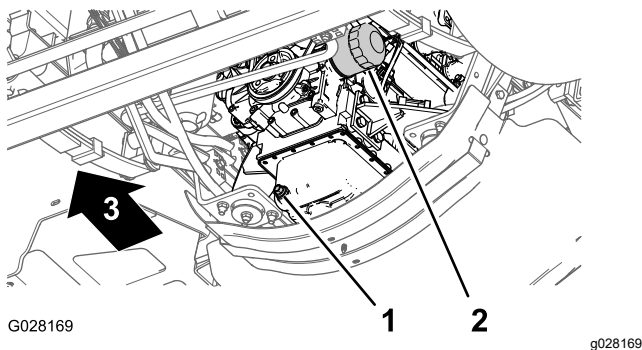

Figure 113
3. Placez un bac de vidange sous le filtre à huile moteur (Figure 113).
4. Retirez le filtre à huile usagé (Figure 113).
8. Posez le filtre à huile sur l'adaptateur et vissez le filtre dans le sens horaire jusqu'à ce que le joint en caoutchouc touche l'adaptateur, puis serrez encore le filtre d'un demi-tour (Figure 113).
1. Placez un bac de vidange sous le bouchon de vidange (Figure 113).
2. Enlevez le bouchon de vidange (Figure 113) pour permettre à toute l'huile de s'écouler.